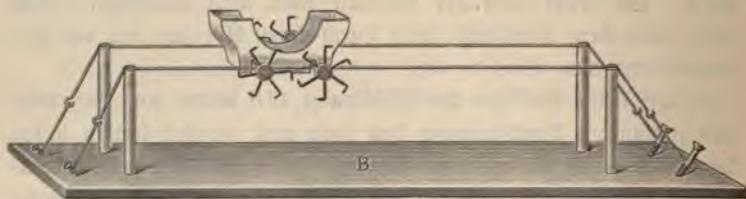

Fig. 117. Elektrischer Wagen.
**Ein elektrischer Rückstoßwagen.** Auf einem langen Holzbrett *B* (Fig. 117 a. f. S.) sind vier etwa 10 cm hohe, nicht zu schwache Glasröhren eingefittet. Sie bilden das feste Gerüst für zwei, etwa  $\frac{1}{2}$  bis 1 mm starke Eisen- oder Stahldrähte, die ähnlich wie das Seil eines Seiltänzers aufgespannt sind. Damit die Drähte nicht abgleiten, versieht man durch einige Striche mit der angefeuchteten Dreikantseile die Röhren oben mit kleinen Einkerbungen. Da die Drähte isoliert sein müssen, gehen sie nicht